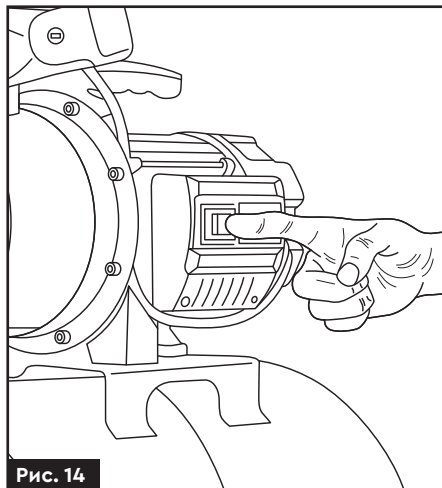

Рис. 14
- Для запуску станції вставте штепсельну вилку в розетку, за наявності ввімкніть вимикач (рис. 14). Натисканням на клавішний перемикач, розташований на корпусі клемної коробки електродвигуна насоса, подайте електроживлення на електродвигун насоса.